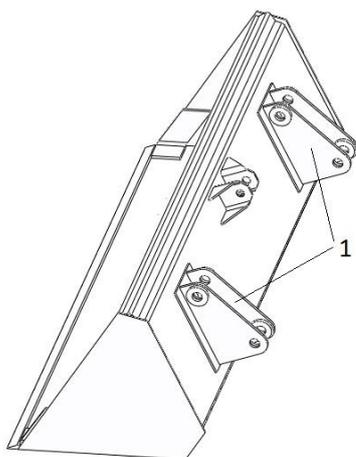

Рис.2 Ковш 0,22 м³
- ковш ПЗ20-2А (рис.2) вместимостью $0,22 \text{ м}^3$ – для работы с малосыпучими и сыпучими грузами удельным весом $10 \dots 15 \text{ кН/м}^3$ ($1,0 \dots 1,5 \text{ тс/м}^3$)
4.3.1. Ковш. (рис.2)
На задней стенке ковша, приварены два кронштейна 1 (рис.2), при помощи которых ковш присоединяется к раме подъема и гидроцилиндрам поворота рабочих органов.